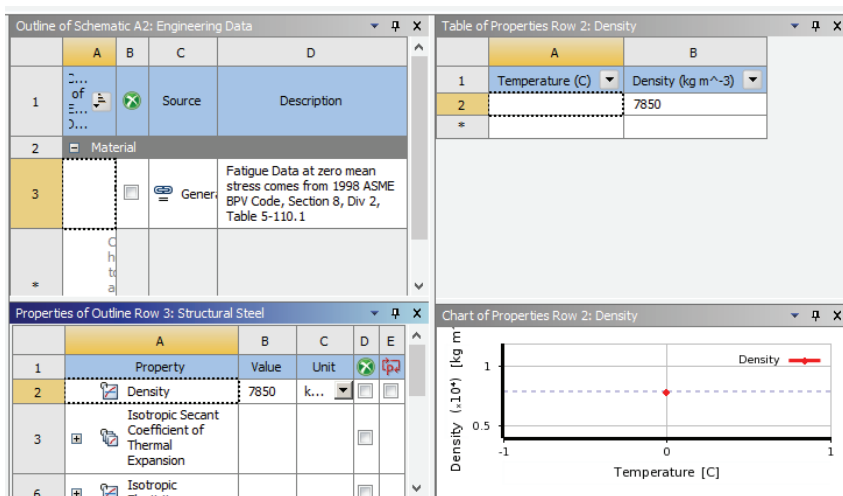

图 8-12 工程数据界面
1) 双击项目 A 中的 A2 栏 Engineering Data 项，进入如图 8-12 所示的材料参数设置界面，在该界面下即可进行材料参数设置。